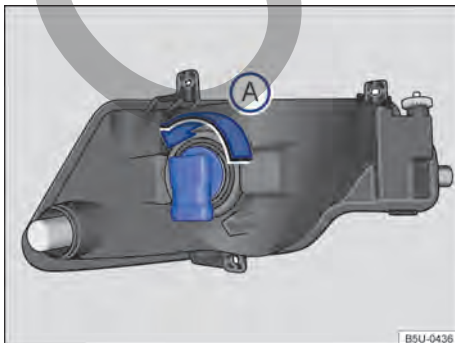

Fig. 156 Detrás del paragolpes delantero: acceso a la lámpara incandescente del farol de neblina.
- 3 Girar el portalámparas → **fig. 156**, en el sentido antihorario de la flecha [A], y desencajarlo del alojamiento.